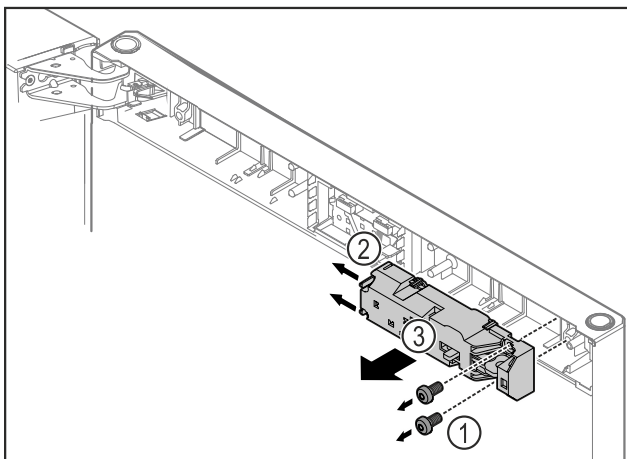

Fig. 12
- ▶ Îndepărtați Fig. 12 (1) șuruburile.
- ▶ Apăsați ciocurile de fixare Fig. 12 (2) în lateral și detașați încuietoarea de la distanță Fig. 12 (3).